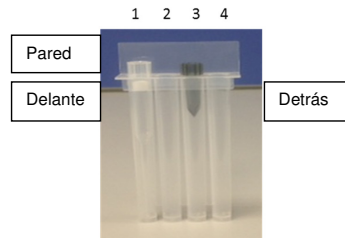

Figura 12: Disposición de los tips en el Tip Cassette.
Controlar que los tips de extracción (1) y de perforación (3), estén posicionados en la secuencia indicada en la figura siguiente (Figura 12).